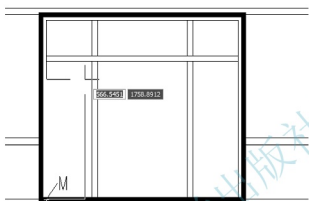

图 4.30 指定矩形第一个角点
(1) 启动【矩形】命令(快捷键 REC)。
① 在指定第一个角点或[倒角(C)/标高(E)/圆角(F)/厚度(T)/宽度(W)]: 提示下, 捕捉如图 4.30 所示的 M 点, 把矩形的第一个角点绘制在 M 点处。